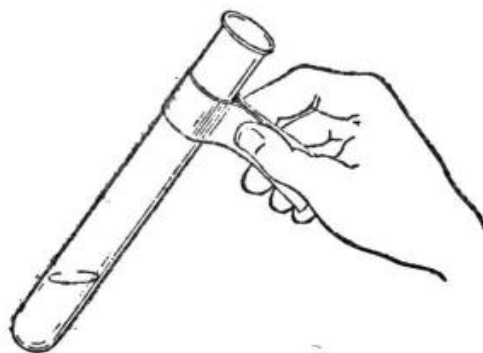

Рис. 134. Простейшая держалка для пробирки.
3. При длительном нагревании пробирку держите не пальцами, а деревянной держалкой или в крайнем случае полоской бумаги (рис. 134).